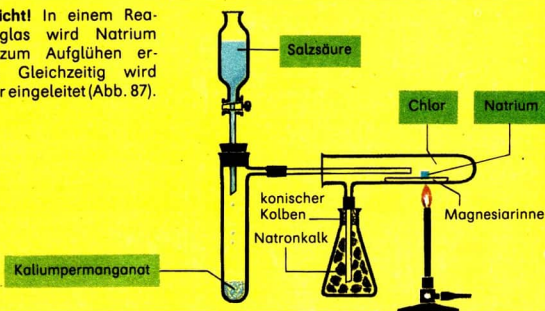

Abb. 87 Reaktion von Natrium mit Chlor
**Vorsicht!** In einem Reagenzglas wird Natrium bis zum Aufglühen erhitzt. Gleichzeitig wird Chlor eingeleitet (Abb. 87).